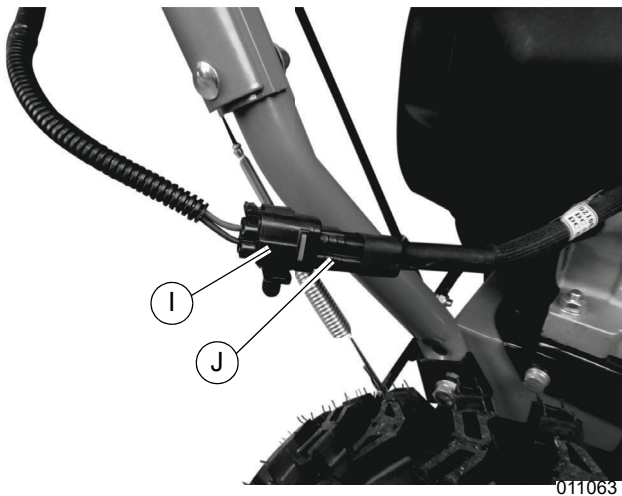

Figura 2-17. Conector del agarre calentado
19. Consulte la **Figura 2-17**. Use cortadores de cables para cortar el amarracables que fija el conector del agarre calentado (I) e inserte el conector del agarre calentado en el enchufe del mazo de cables (J).